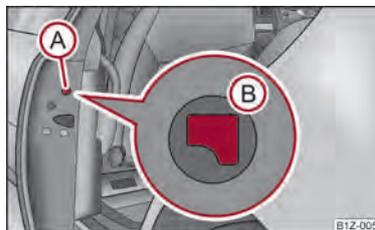

Fig. 14 Porta traseira: Trancar a porta por emergência
- Desmonte a pala (A) ⇒ Fig. 14.
- Meta a chave na abertura por baixo da pala e carregue na alavanca de engatar (B) para trás até ao ponto de encosto.